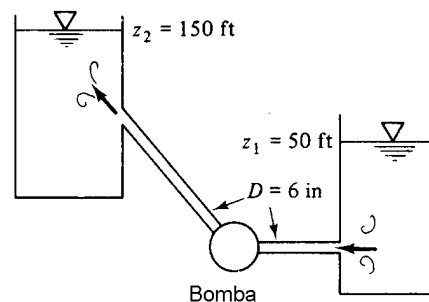

Figura P3.40
3.40 A bomba da figura P3.40 eleva $4 \text{ ft}^3 \text{ s}^{-1}$ de água do reservatório inferior para o superior.